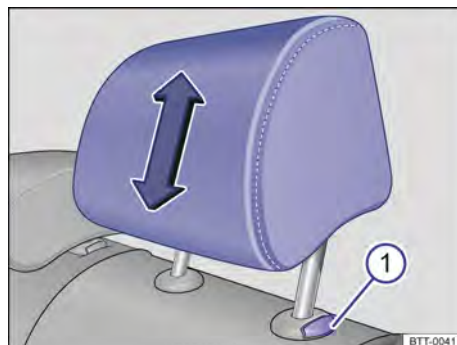

Fig. 105 Ajustar o apoio para cabeça traseiro. >
- Empurrar o apoio para cabeça para cima no sentido da seta ou, com o botão → Fig. 104 ① ou → Fig. 105 ① pressionado, empurrar para baixo → ▲ em *Introdução ao tema* na página 128.